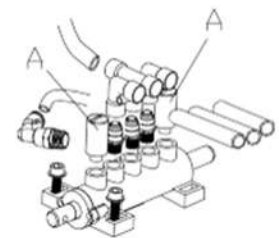

Fig 22
2. Afrouxe os silenciadores das válvulas (A) que pertencem ao Pedal de Abertura e Fechamento das Garras e ao Pedal do Descolador;
3. Limpe os silenciadores com ar comprimido e, se estiverem danificados, substitua-os de acordo com a lista de peças sobressalentes. (Fig 22)